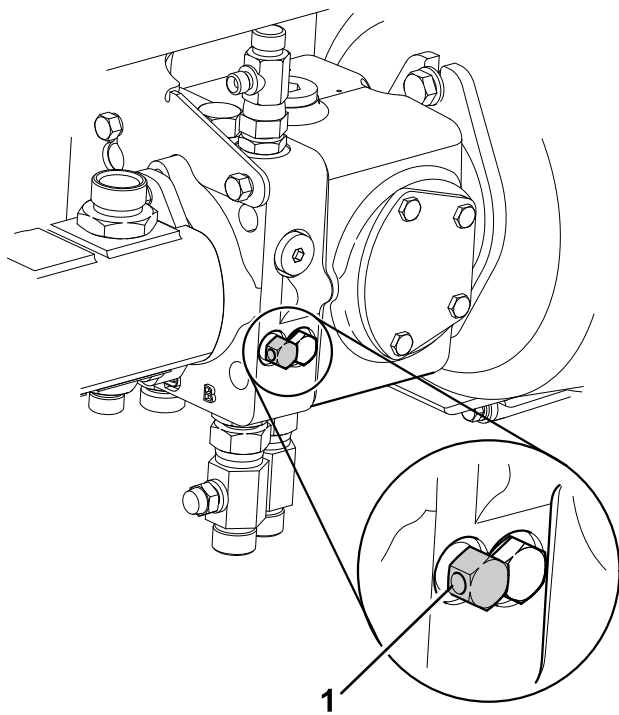

**Figura 42**
4. Montate la vite di arresto M12 x 40 mm lunga con rondella nel foro al centro della piastra di chiusura del motorino (Figura 42).
5. Serrate la vite di arresto nel foro filettato del pistone del freno fino a sbloccare il freno (Figura 42).
6. Identificate il gruppo freno a disco della ruota anteriore sinistra e ripetete la procedura precedente (Figura 42).